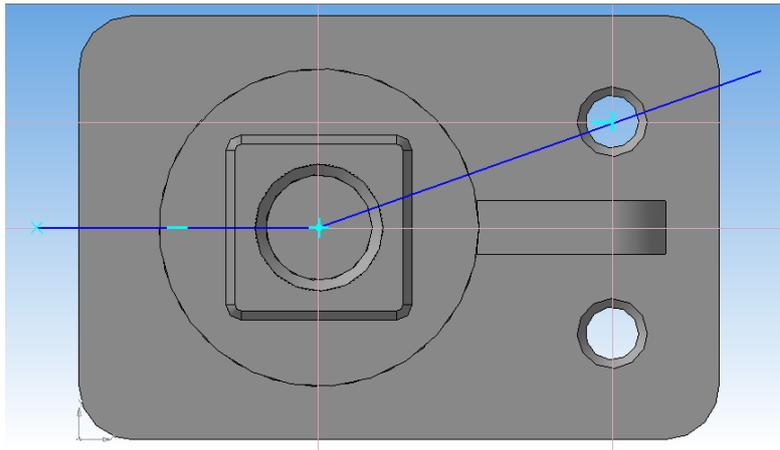

Рисунок 62
28. С помощью вспомогательных прямых определите центры окружностей. Через центры окружностей проведите два отрезка (рисунок 62).